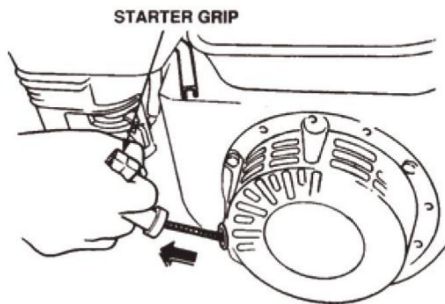

FIG. 10
9.6 Ta tag i starthandtaget (FIG. 10) och dra långsamt ut det. Motståndet